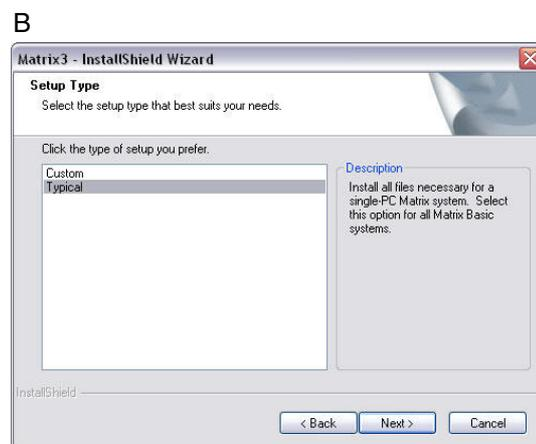

ABB. 5
- Nach dem Klicken von „Weiter“, wodurch Sie der Lizenzvereinbarung zustimmen, wird das Fenster mit Installationsoptionen (A) angezeigt, dargestellt in ABB. 5. Dieses Fenster beschreibt die zwei zur Auswahl stehenden Installationsoptionen.
Nach dem Klicken von „Weiter“ wird das Fenster mit Setup-Varianten ABB. 5 (B) angezeigt. Hier wählen Sie aus, welche Installationsvariante Sie ausführen werden.